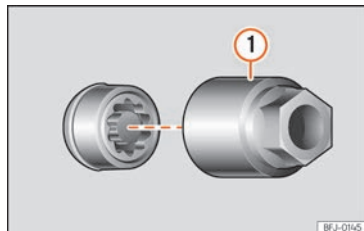

Fig. 35 Boulon antivol de roue avec capuchon et adaptateur.
- Encastrez l'adaptateur spécial » **fig. 35 ①** (outillage de bord » **page 45**) sur le boulon de roue antivol jusqu'à la butée.